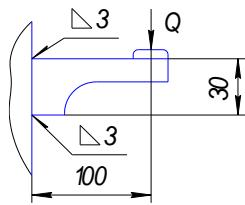

Рис. 7
7. Определить напряжения в швах сварной конструкции (рис. 7). Дано:  $Q=8000 \text{ Н}$ ,  $L=40 \text{ мм}$  – длина каждого сварного шва.